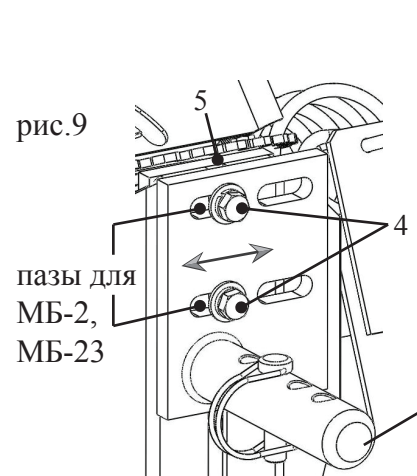

рис.9
Установить кронштейн сцепки (1) на снегоуборщик с помощью планки (5) (с двумя отверстиями M10) и двух болтов M10 (4) через шайбы. Болты (4) закрутите «от руки» (рис.9; 10):
- в верхнее положение для мотоблоков МБ-2, МБ-23 используйте пазы, показанные на рис. 9.
Установить снегоуборщик кронштейном (1) на штырь (2) мотоблока до совмещения отверстий кронштейна и штыря (рис. 11). Установить ремень на шкив вала двигателя мотоблока и на шкив снегоуборщика. В отверстия вставить стопор (3) и защелкнуть скобу. При помощи пазов, отрегулируйте соосность шкивов (см. приложение 1, стр. 20) снегоуборщика и мотоблока. Окончательно закрутите болты (4) ключом (рис. 9; 10). Отрегулируйте натяжение ремня.